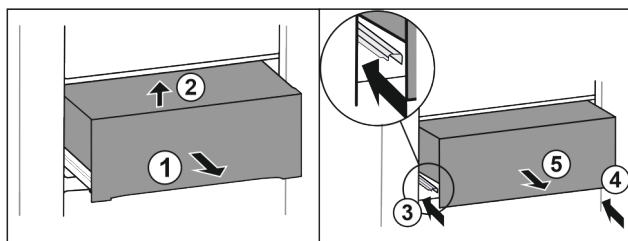

Fig. 31
- Zásuvku napůl vytáhněte Fig. 31 (1).
- Vpředu nadzvedněte Fig. 31 (2).
- Zasuňte levou kolejničku Fig. 31 (3).
- Zasuňte pravou kolejničku Fig. 31 (4).
- Zásuvku odeberte směrem dopředu Fig. 31 (5).